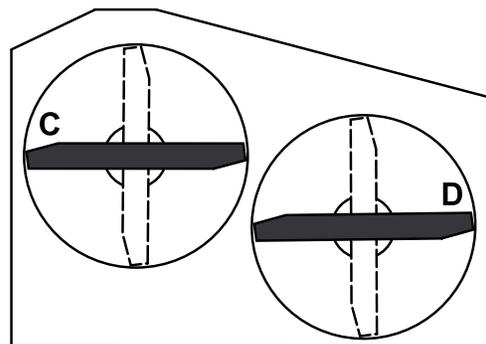

Figura 58
2. Disponete le lame in posizione laterale rispetto alla macchina. Misurate ai punti C e D da una superficie piana fino al tagliente della punta della lama (Figura 58).